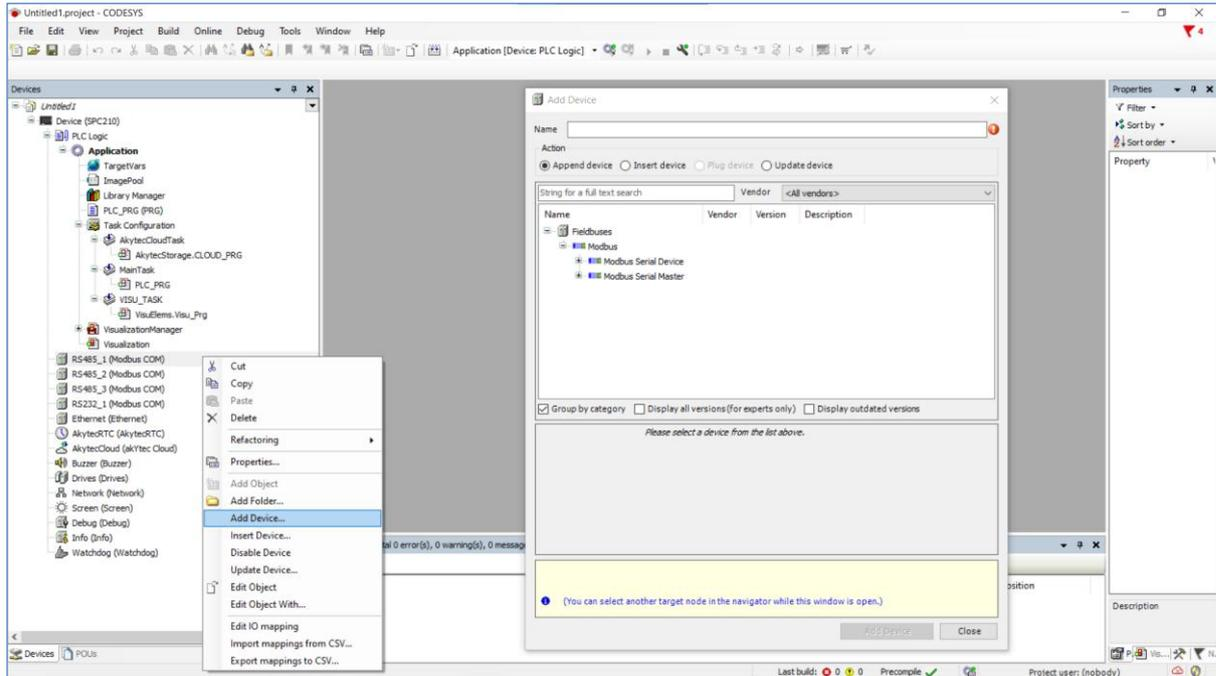

Abb. 15.6
1.6. Fügen Sie ein **Modbus Serial Device** hinzu (Abb. 15.6).